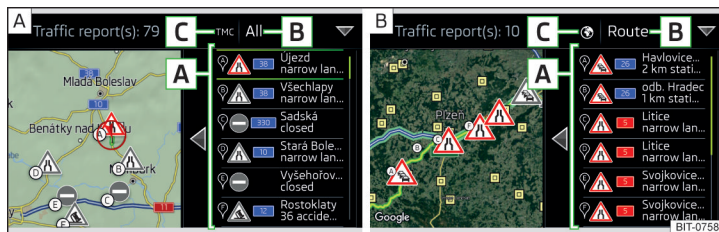

Fig. 224 Lista mesajelor despre trafic: Sursă TMC/sursă online
În lista mesajelor despre trafic, precum și pe hartă se afișează maxim 6 mesaje, care sunt prevăzute cu o literă și cu simbolul unui blocaj în trafic (de exemplu ▲, △, ⊖) » fig. 224.
În poziția [C] » fig. 224 pot fi inserate următoarele simboluri.
► **Are loc o ghidare în traseu** - după atingerea suprafeței de comandă funcții [B] » fig. 224, în meniul afișat se pot alege, prin atingerea suprafeței de comandă funcții Toa, toate mesajele din trafic, sau prin atingerea suprafeței de comandă funcții Traseu, numai mesajele din trafic disponibile pentru respectiva rută.